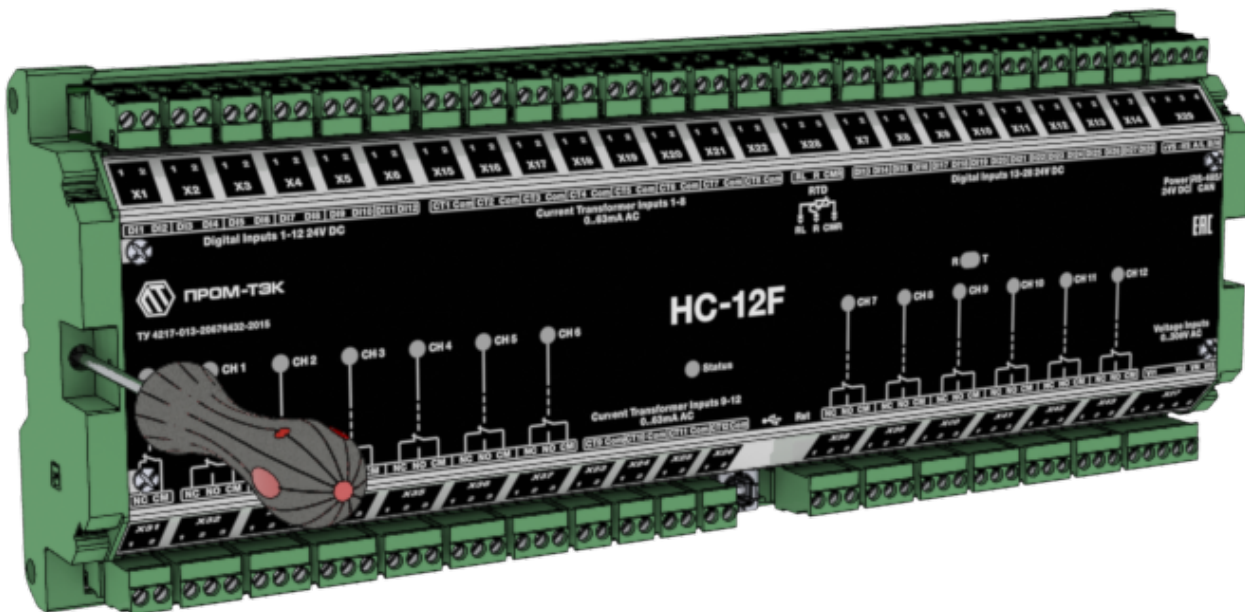

Рисунок 4 – Монтаж устройства
- 2) открутить винты на монтажной защелке, установленные на боковых стенках корпуса устройства (см. рис. 4);